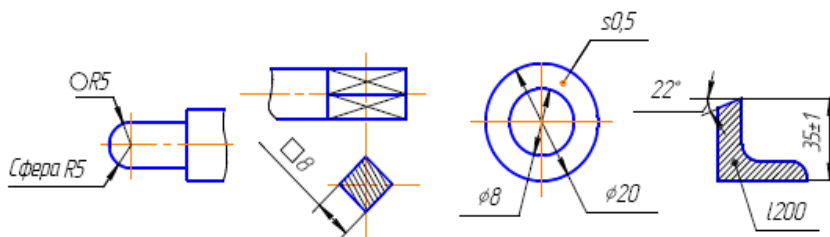

Рис. 11.
20. В случаях, если на чертеже трудно отличить сферу от других поверхностей, наносят слово «Сфера» или знак  $\circ$  (рис. 11). Диаметр знака сферы  $\circ$  равен
22. Размер квадрата наносят, как показано на рис. 11. Высота знака равна высоте размерных чисел на чертеже.
23. Если чертеж содержит одно изображение детали, то размер ее толщины или длины наносят, как показано на рис. 11.
26. При нанесении размера диаметра окружности знак  $\emptyset$  является дополнительным средством для пояснения формы предмета или его элементов, представляющих собой поверхность вращения. Этот знак проставляется перед размерным числом диаметра во всех случаях (рис. 11).